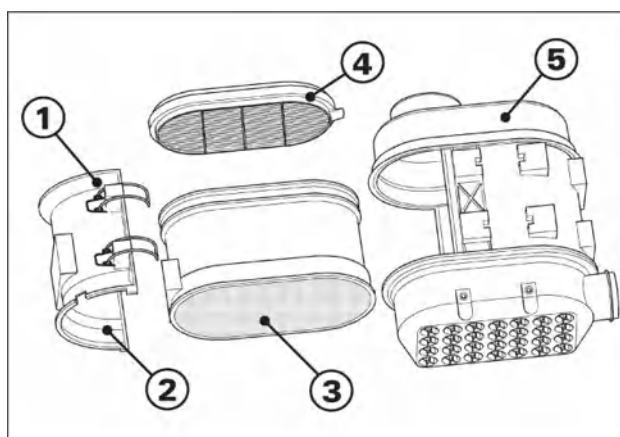

Рис. 7-18
- используйте струю сжатого воздуха под давлением не более 4 бар, направляя ее сквозь фильтрующий элемент изнутри наружу (рис. 7-18);